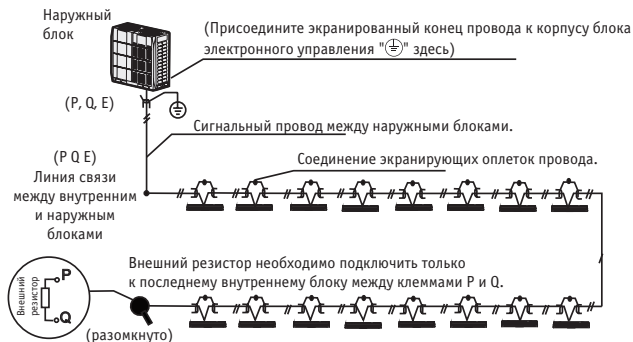

Рис. 8.6
- Проводка связи между внутренними и наружным блоками должна соединять один блок за другим в последовательную цепь, от наружного блока до последнего внутреннего блока. Экранирующую оплетку следует правильно заземлить. Для повышения стабильности системы связи у последнего внутреннего блока необходимо установить внешний резистор (см. рисунок 8.6).